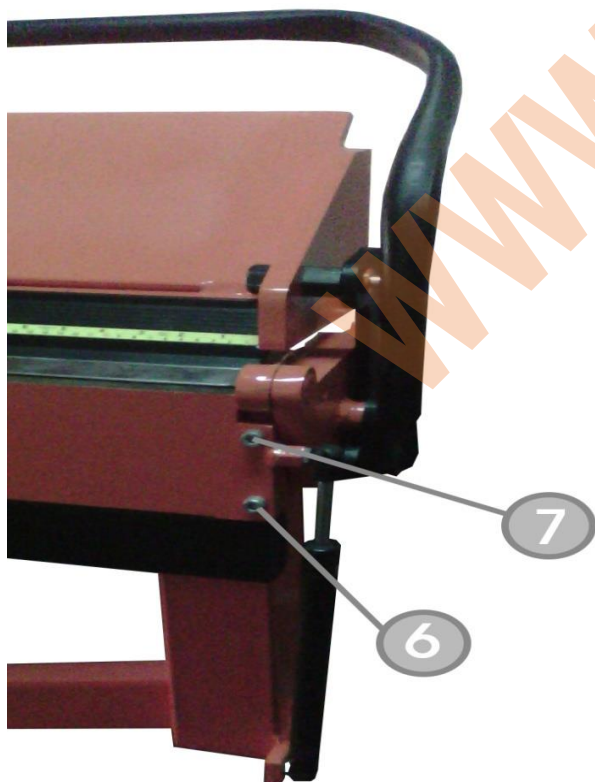

Рис. 6
Регулировка высоты гибочной балки происходит следующим образом (См. рис. 6): Следует ослабить винт (6) и (7) и поднимать гибочную балку вверх или вниз. Когда высота установлена правильно, надо затянуть винт (6) и (7).